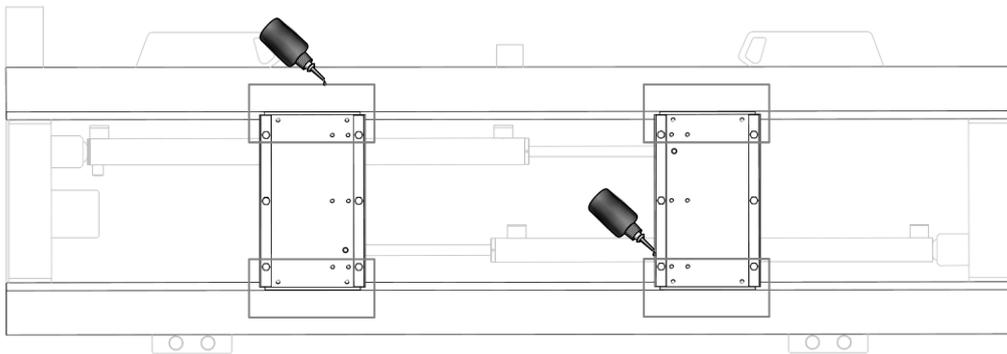
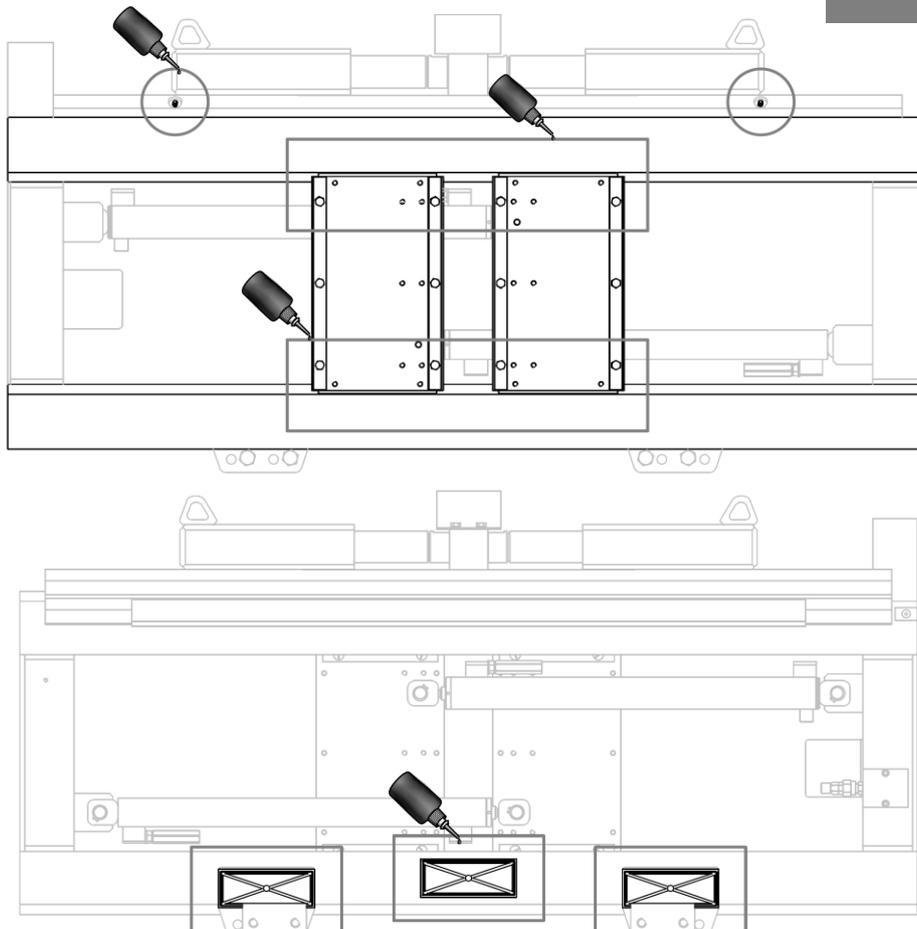

Abbildung 22
Abbildung 23
5. Alle gleitenden Teile reinigen und schmieren (siehe *Abbildung 22* und *Abbildung 23* auf S. 33).